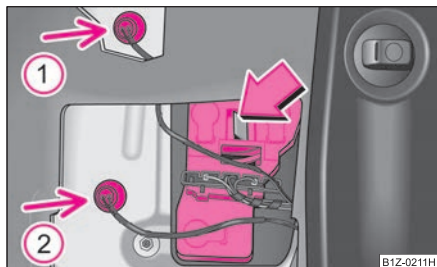

Fig. 238 Demontarea
- Scoateți becurile lămpii (săgeata ① și ②) ⇒ fig. 238.